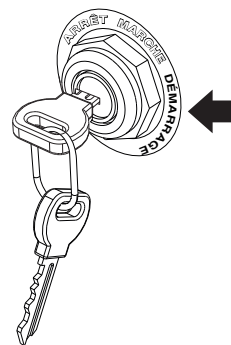

Figure 20. Clé de contact moteur
8. Tourner la clé de contact (Figure 20) à la position de **MARCHÉ** et appuyer dessus jusqu'à que le moteur ait démarré. Une fois le moteur démarré, relâcher la clé de contact pour lui permettre de revenir à la position **ON** de marche.